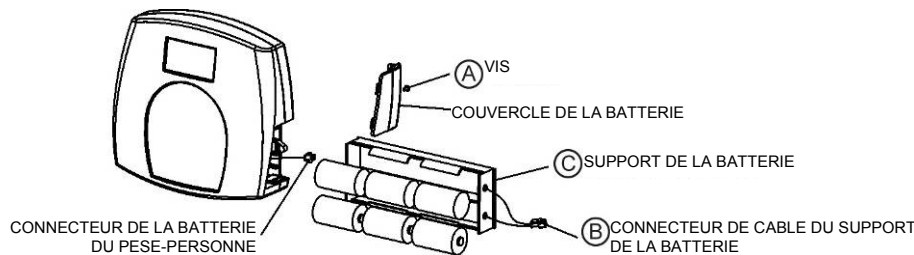

Figure 3 - Piles
2. Placez les piles dans le compartiment prévu à cet effet (cf. « Piles » dans la Figure 3, ci-dessous).
2. Retirez le couvercle du compartiment piles du module d'affichage—reportez-vous à la Figure 3 (A) ci-dessus.
3. Débranchez le câble de connexion du compartiment des piles du port de connexion du pèse-personne (B).
4. Retirez avec précaution le compartiment des piles (C) en le faisant glisser en dehors du module d'affichage.
7. Branchez le câble de connexion du compartiment des piles au port de connexion du pèse-personne (B).
8. Fixez le couvercle du compartiment piles au module d'affichage et installez la vis (A).